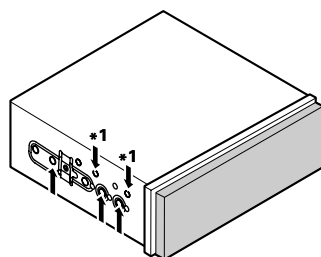
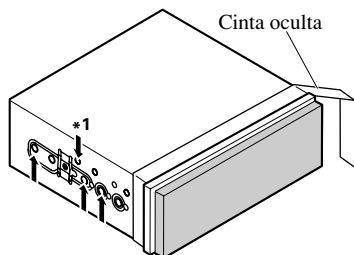
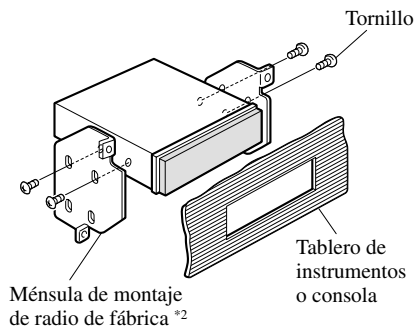

Fig. 17
Fig. 18
Fig. 19
• Fijación de este producto a la ménsula de montaje de radio de fábrica. (Fig. 17) (Fig. 18) (Fig. 19)